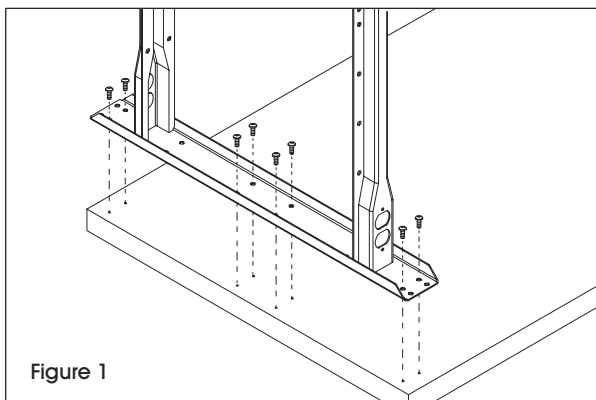

Figure 1
1. À l'aide de 16 vis à bois, fixez les pieds sur le dessous de la surface de 72 po (5) en utilisant les trous prépercés. (Voir Figure 1)
1. À l'aide de 17 vis à bois, fixez le pied en L (6) et le pied (2) sur le dessous de la surface de 48 po (8) en utilisant les trous prépercés. (Voir Figures 1 et 2)